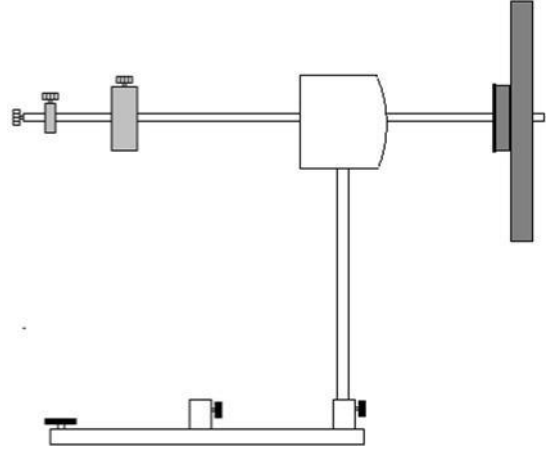

Fig.3 : Nutation
- Construisez le gyroscope comme le montre la figure 3 et mettez-le en équilibre.